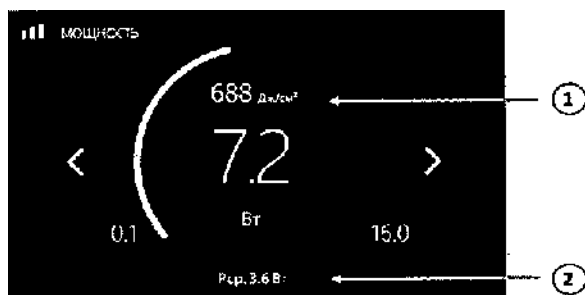

Рис. 95. Отображение дополнительных параметров мощности в поле экрана ПО при импульсном режиме работы Прибора
- плотности энергии одного импульса лазерного излучения, обозначенного цифрой 1 на Рис. 95;
- средней мощности лазерного излучения, обозначенного цифрой 2 на Рис. 95.